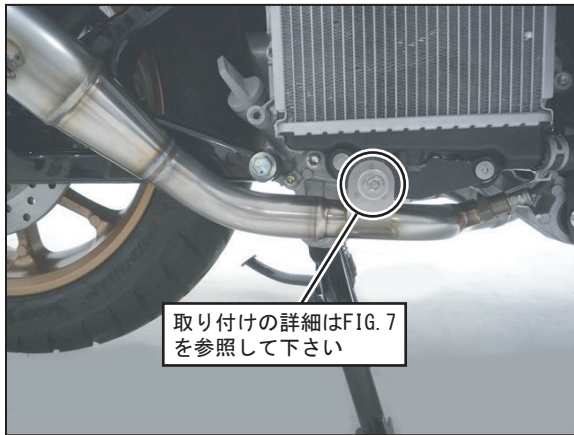
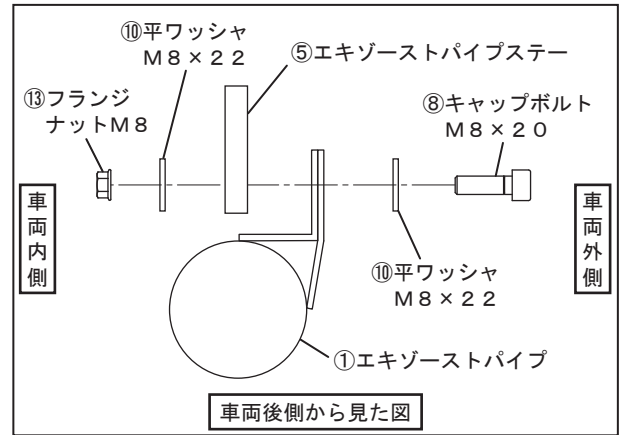

FIG. 6
FIG. 7
5. ①エキゾーストパイプのステーを⑤エキゾーストパイプステーに⑧キャップボルトM8×20、⑩平ワッシャM8×22をFIG. 7を参照して通し、⑬フランジナットM8をボルトが外れない程度に通して下さい。(FIG. 6, 7参照)